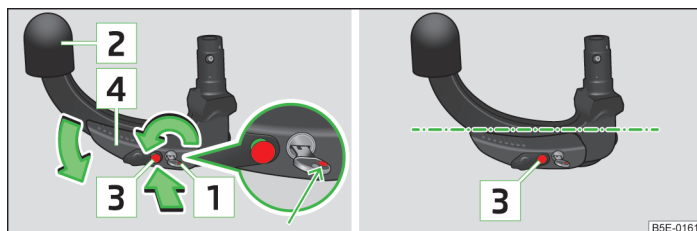

Fig. 143 Réglage de la position de mise en service/position de mise en service
- Faites tourner la clé, de façon à faire apparaître la marque rouge » fig. 143.